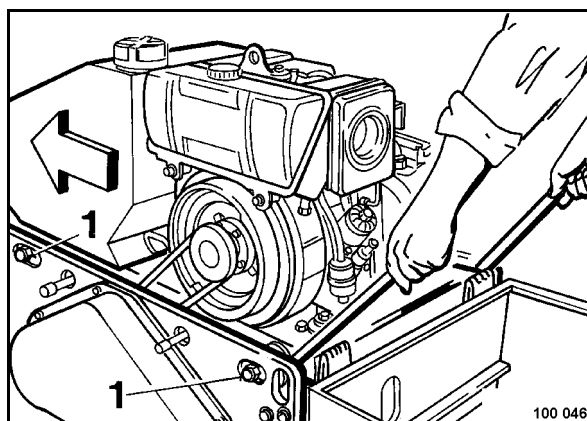

Fig. 72
- Soltar los cuatro tornillos de fijación 1 (Fig. 72) en el bastidor.
- Colocar dos palancas para montar neumáticos entre amortiguador de goma y bastidor y presionar la parte superior hacia atrás (Fig. 72) para descargar la correa trapezoidal.